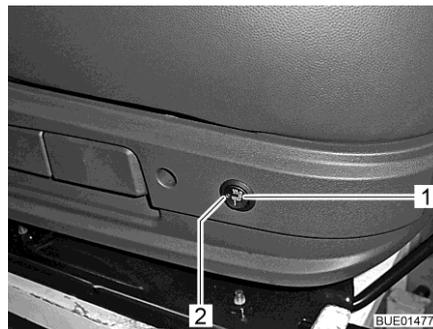

Fig. 32 Interrupteur du chauffage de siège
- Appuyer sur l'interrupteur (Fig. 32,1) situé à l'arrière, du côté gauche de la console de siège.
La DEL (Fig. 32,2) est allumée quand le chauffage de siège fonctionne.
- Placer l'interrupteur (Fig. 32,1) en position intermédiaire. La DEL s'éteint.